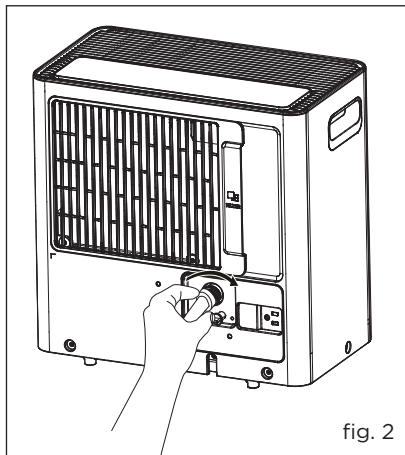

fig. 2
- d. Vissez le tuyau de jardin à la portion fileté-mâle du connecteur de purge. (fig. 2)